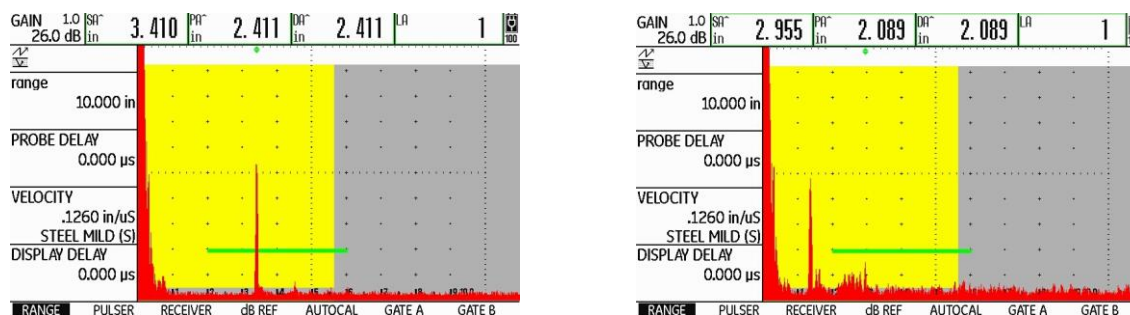

Figura No. 155: Pantalla del equipo
- d – Mueva el transductor lentamente hacia atrás y hacia adelante hasta que se obtenga la máxima altura de la indicación en la pantalla (sin que se modifique el valor de la ganancia), figura No. 155.